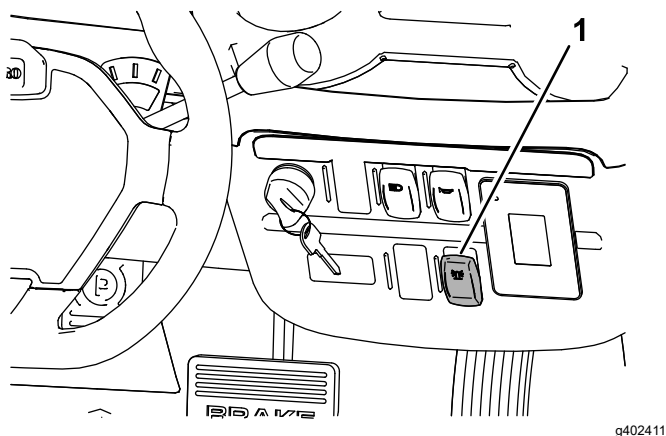

**Figura 6**
- Para encender la baliza, presione la parte superior del interruptor de la baliza (Figura 6).